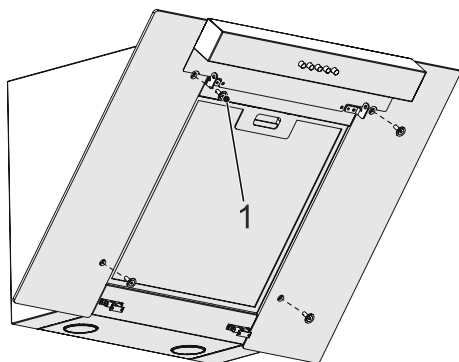

Fig. 10
4. ➔ Fäst glasen ordentligt med de 4 skruvarna. (Fig. 10).